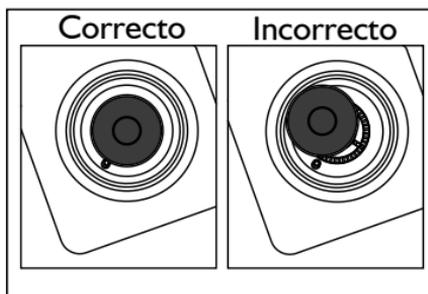

Figura 26.
- Verifique antes de encender la fuente de calor que la tapa esté correctamente ubicada y ajustada a ésta, como se muestra **(Ver figura 26)**.
- La ubicación incorrecta de la tapa sobre la fuente de calor puede ocasionar mala combustión y deterioro de la fuente de calor de aluminio. Los daños son ocasionados a la fuente de calor por la inadecuada manipulación (**Ver figura 26**).
Ubicación del difusor y la tapa de la fuente de calor	<ul style="list-style-type: none"> <li>Verifique la correcta ubicación del difusor y la tapa de la fuente de calor. (Ver importante, sobre la ubicación correcta de la etapa sobre la fuente de calor. Figura 26, página 10).</li> </ul>